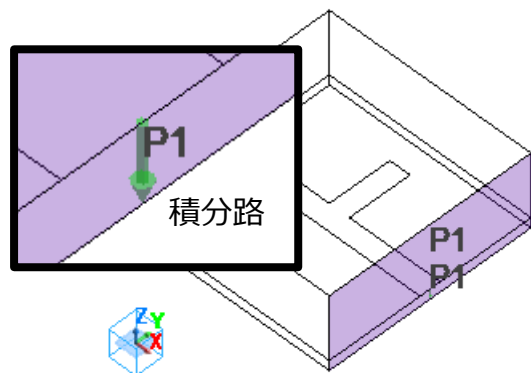

Fig. 22 ポート\_001の積分路
**【設定】**ボタンを押すとモデルウィンドウに移るので、積分路 (**始点 : (20,10,1)**、**終点 : (20,10,0)**) を作成します (Fig. 22)。